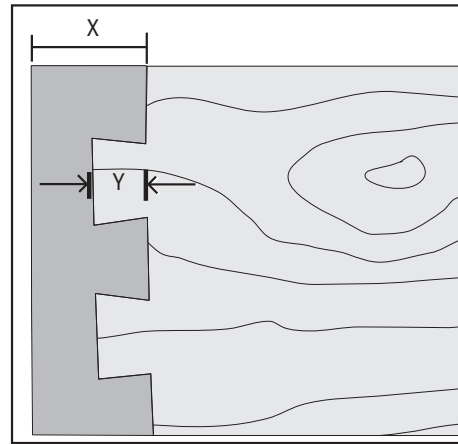

Fig. 21
- ¿Cuál es la altura de la cola (distancia "Y" en Fig. 21) en las juntas para cola de milano que realizará?
- ¿Cuál es el espesor de su tabla con espiga (distancia "X" en Fig. 21)?